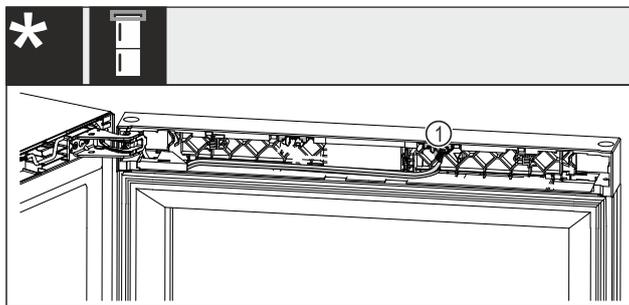

Fig. 22 Combinazioni vino-congelatore*
- ▶ Estrarre la spina Fig. 22 (1) dal nido.*